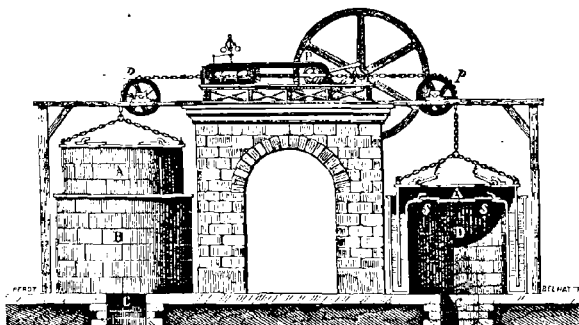

Fig. 50.
6. Les **ventilateurs** sont très-nombrueux ; mais tous exigent une force motrice plus ou moins puissante, qui est fournie le plus souvent par une machine à vapeur. Les uns agissent par aspiration et les autres par refoulement. On donne généralement la préférence aux premiers, parce qu'ils paraissent produire un effet utile plus avantageux. Nous décrirons sommairement un de ceux qu'on appelle à *cloche plongeante*. Comme le montre le dessin (*fig. 50*), il se compose de deux grandes caisses circulaires en tôle BD, qui, placées au-dessus des puits de la galerie d'aérage, sont fermées supérieurement et ont chacune à leur circonférence une gorge annulaire remplie d'eau. Dans cette gorge, qui forme une espèce de cuve de gazomètre, montent et descendent deux cloches AA également en tôle, lesquelles sont suspendues par des chaînes, qui, après s'être réunies en une seule, passent sur deux poulies pp et vont se fixer